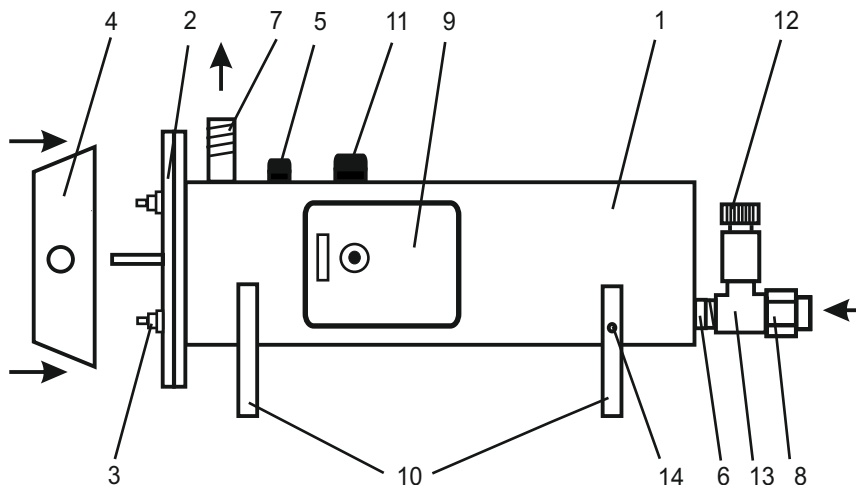

Рисунок 1.
4.1 Водонагреватели ЭПВН-7,5; -9,45; -12; -15; -18; -21; -24; -30 (рис.1) состоят из следующих основных частей: корпуса (1) с входным (6) и выходным (7) патрубками G $\frac{1}{2}$; секции, состоящей из крышки (2), с одним (ЭПВН 7,5) или тремя (ЭПВН-9,45;-12;-15;-18;-24;-30-1) трубчатыми электронагревателями (ТЭН) (3) из нержавеющей стали; датчика терморегулятора (5); аварийного термовыключателя (11). Выводы ТЭНов закрыты защитным кожухом (4)